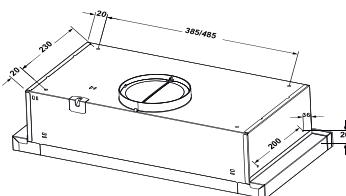
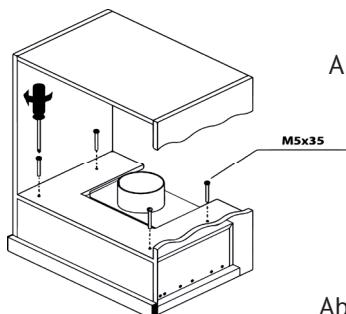

Abb.4
Abb.4.1
**6.5** Um die Haube in den Küchenschrank einzubauen, bohren Sie 4 Löcher mit einem Durchmesser von 6-7 mm in das untere Regal des Schranks gemäß Abb. 4. Befestigen Sie die Haube mit 4 Schrauben M5x3 (Abb. 4.1).
Sie das andere Ende des Bubbler in den Lüftungsschacht (Abb. 4 / 4.1).